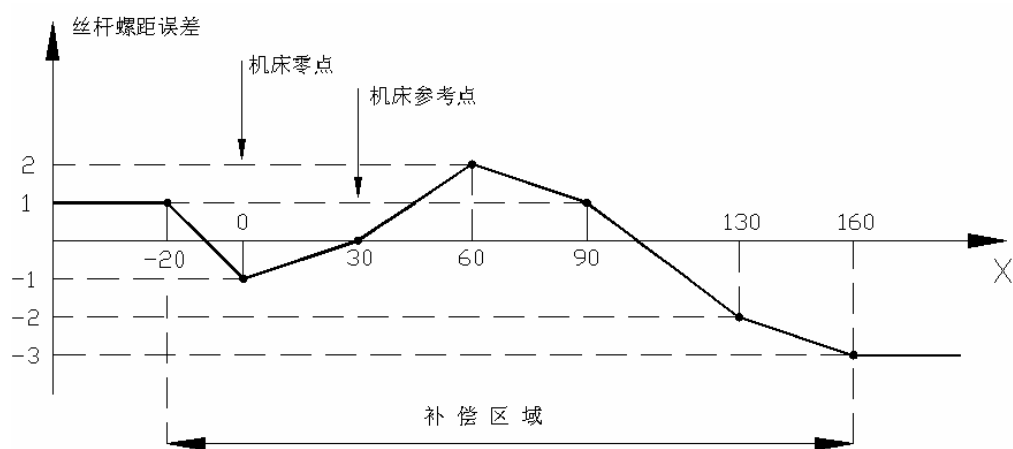

图 2.6
9. CNC 把第一补偿测量点和最终补偿测量点的误差值, 分别作为补偿区域之外部分的误差值(参见图 2.6 例)。